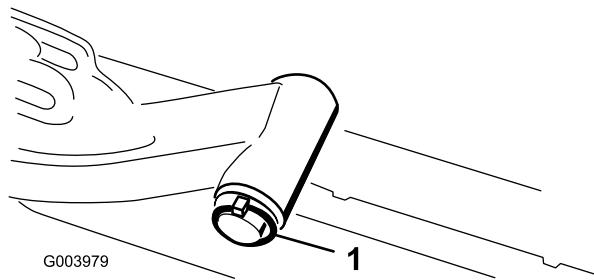

**Figura 7**
8. Per gli elementi di taglio anteriori, infilate un elemento di taglio sotto il braccio di sollevamento mentre inserite l'albero del telaio portante nella forcella del braccio di sollevamento (Figura 7).
- B. Inserite la forcella del braccio di sollevamento nell'albero del telaio portante (Figura 7).